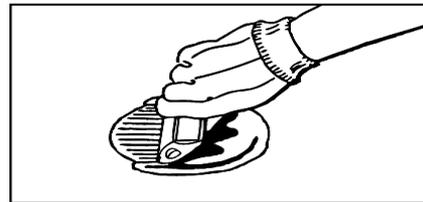

Рис. 2
3. Пока клей не остыл (в течение 10 с), поставьте катафот на одно ребро и надавите на клей в направлении к центру (рис. 2).